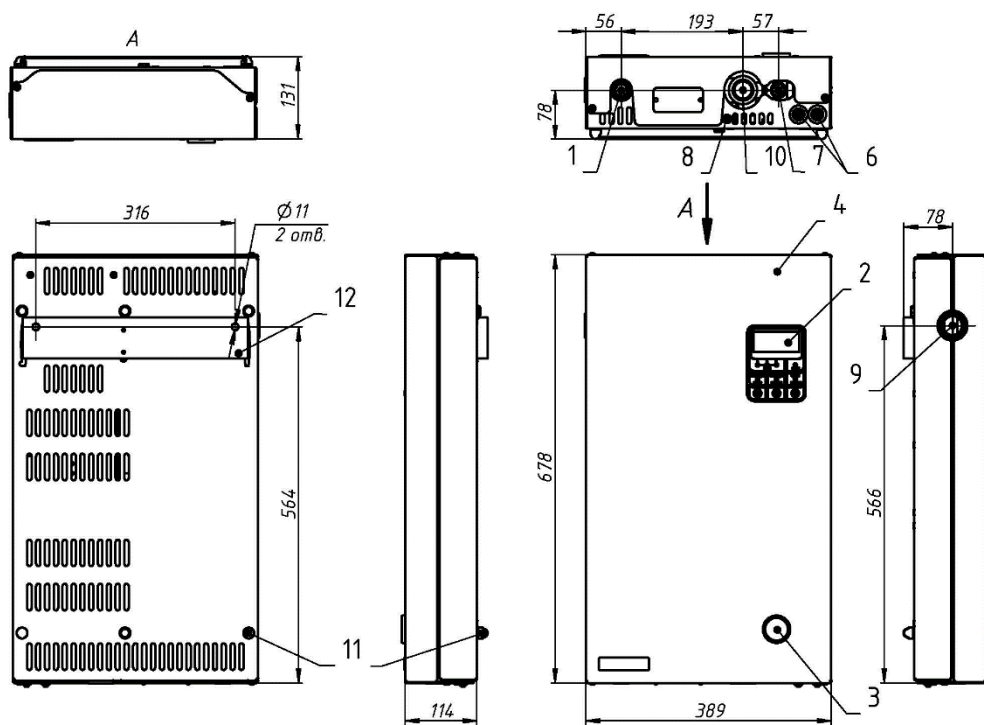
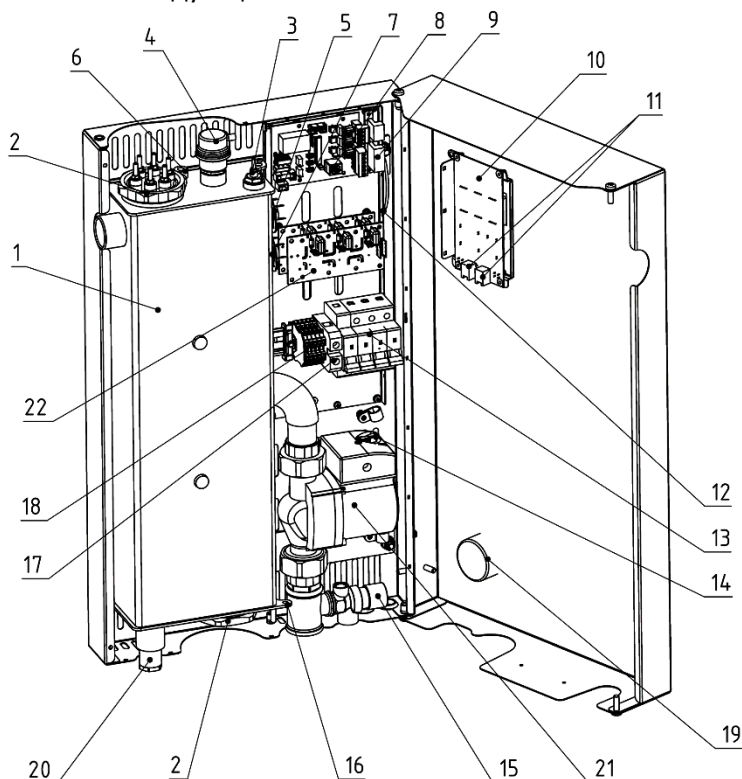
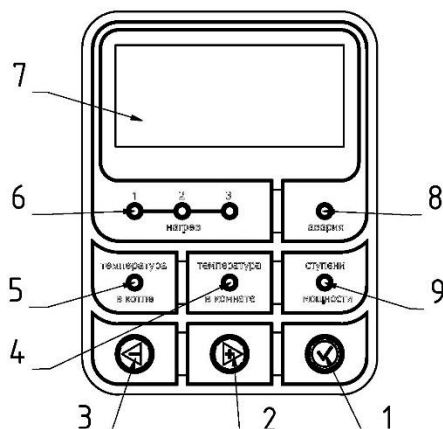

Рис. 1. Габаритно - присоединительные размеры
Рис. 4. Устройство прибора
Рис. 5 Панель управления
4.3 Прибор (Рис. 4) состоит из теплоизолированного бака (1) с патрубками (Рис. 1) входа (10) и выхода (9) воды.
4.4 В баке, в зависимости от модели, (Рис. 4) установлены один или два блока нагревательных элементов (2). Блок-ТЭНы, изготовленные из нержавеющей стали, скомпонованы в три ступени мощности.
- ✓ Плавкий предохранитель (12) предназначен для защиты от короткого замыкания в цепи управления.
- ✓ Силовые платы (22) осуществляют подключение блок-ТЭНов к сети переменного тока.
- ✓ Набор зажимов (18), предназначен для подключения циркуляционного насоса (опция) и/или стабилизатора напряжения (опция).
- ✓ Клеммные зажимы (автоматические выключатели) (13) предназначены для подключения подводящих фазных проводов L1, L2, L3.
4.8 Состояние работы прибора отражается на панели управления (Рис. 5). Панель управления содержит следующие элементы:
- ✓ Дисплей (7) отображает параметры работы прибора.
- ✓ Индикатор «нагрев» (6) показывает, сколько ступеней мощности (от 1-ой до 3-х) включено и работает в данный момент.
- ✓ Индикатор режима отображения температуры теплоносителя в приборе (5).
- ✓ Индикатор режима отображения температуры воздуха в помещении (4).
- ✓ Индикатор режима отображения количества разрешённых для включения ступеней мощности (9).
- ✓ Кнопка уменьшения показаний (3) / прокрутки меню (⇐).
- ✓ Кнопка увеличения показаний (2) / прокрутки меню (⇨).
- ✓ Кнопка выбора (1) / входа в меню (✓).
- ✓ Индикатор «Авария» (8) загорается при аварийном выключении прибора. На дисплей выводиться код аварии, по которому можно определить причину аварийного выключения. (см. подробнее коды неисправностей в Таблице №2).
- ✓ В нижней части крышки панели управления (Рис. 1) расположен манометр (3), позволяющий контролировать давление в системе отопления.